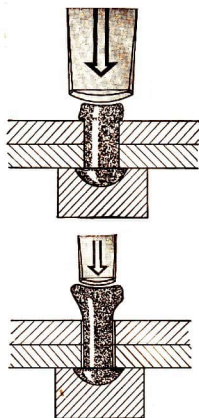

Bild 6
5. Erläutere nach Bild 6, welchen Einfluß das Gewicht des Hammers auf den Nietvorgang hat!